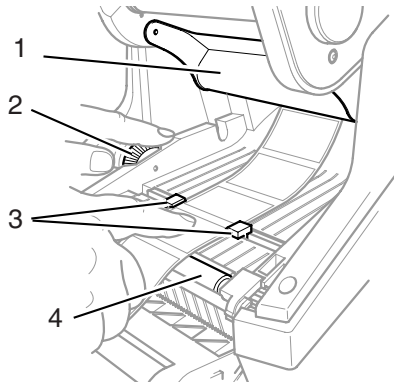

Bild 24, Abreißmodus
2. Positionieren Sie den Etikettenstreifen zwischen den Führungen (**Bild 24, 3**) und drehen Sie das Stellrad (**Bild 24, 2**) so, dass die Führungen leicht am Material anliegen, ohne dabei das Material zu verklemmen.